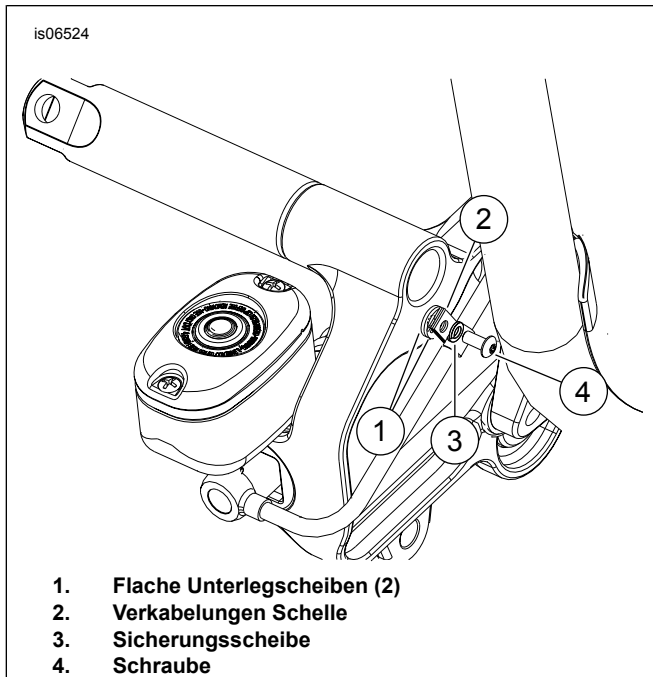

Abbildung 2. Befestigungsteile für Bremsleitung
2. Siehe Abbildung 2. Die Klemme (2) um die Bremsleitung herum mit zwei flachen Unterlegscheiben (1) hinter der Schelle einbauen. Schraube (4) mit der Sicherungsscheibe (3) verwenden und die Befestigungsteile anziehen auf Befestigungsteil 3,4 N·m (30 in-lbs)